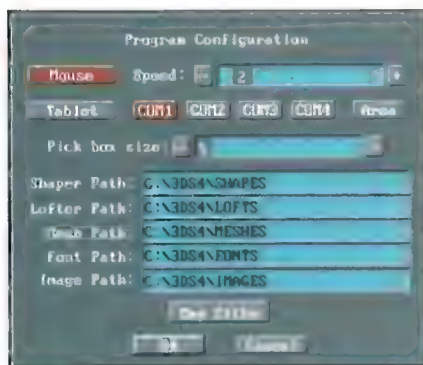

FIGURA 2. VENTANA DE PROGRAM CONFIGURATION
- **Configure:** con este comando podremos configurar el puerto del ratón. Si además tenemos una tableta digitalizadora, podremos configurarla desde este menú. También podremos configurar los *path* o rutas de configuración de los siguientes módulos, desde los cuales tiene que cargar los modelos del 2D Shaper, 3D Loftter y 3D Editor. Igualmente podremos configurar la ruta donde debe buscar nuestras texturas, en caso de que el programa no las encuentre con la función de *Maps Path*. La tecla de función rápida es: "*" (ver figura 2).